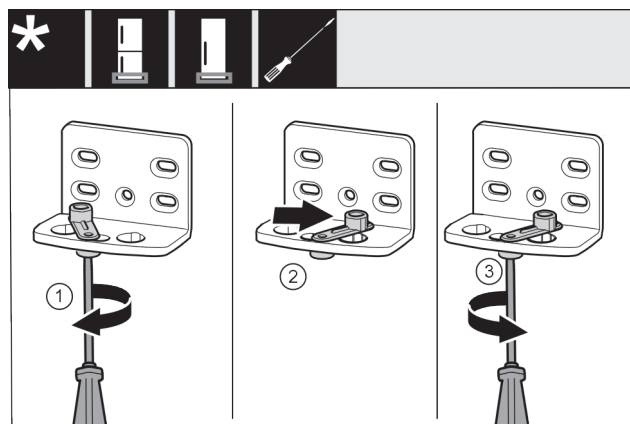

Fig. 41 *
- Odvijačem labavo uvrnite vijak Fig. 41 (1).*
- Podignite pomagalo za zatvaranje vrata Fig. 41 (2) i okrenite ga za 90° nadesno u provrt.*
- Odvijačem pritegnite vijak Fig. 41 (3).*